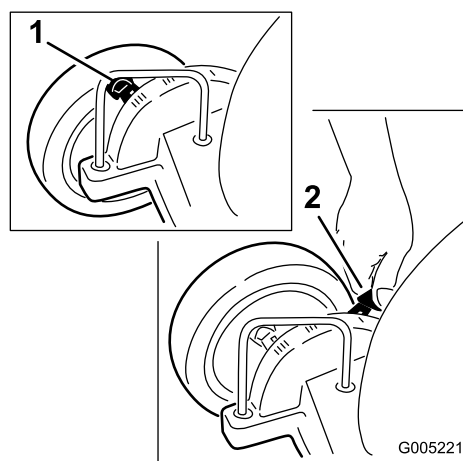
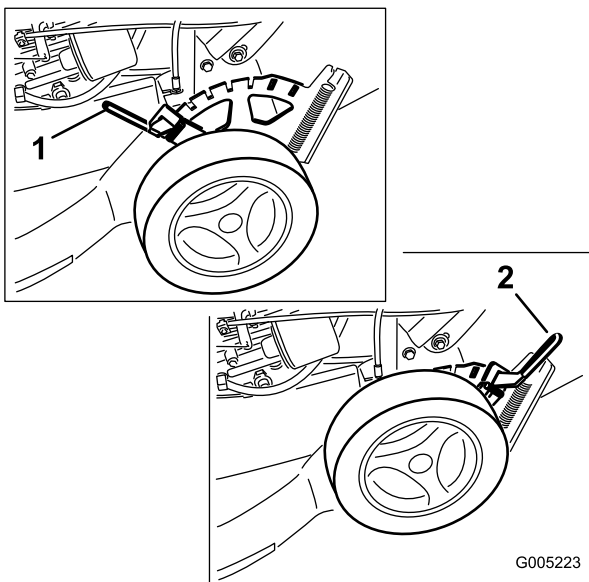

Figura 16
Figura 17
Las ruedas delanteras se ajustan individualmente con una palanca de ajuste de altura (Figura 16). Las ruedas traseras se ajustan juntas con una palanca de ajuste de altura que se encuentra sobre la rueda trasera izquierda (Figura 17).
1. Tire de cada una de las palancas de ajuste de la altura de las ruedas delanteras hacia la rueda (Figura 16) y muévela a la posición deseada.
1. Tire de la palanca de ajuste de la altura de la rueda trasera hacia afuera y muévela a la posición deseada (Figura 17).